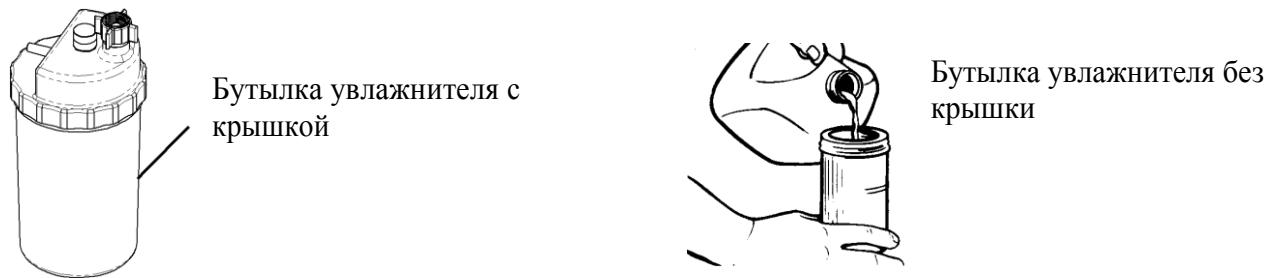
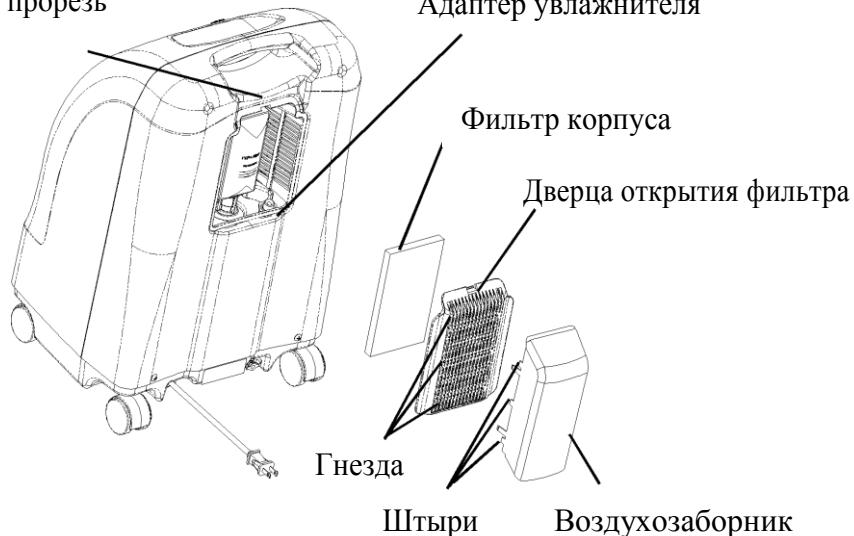
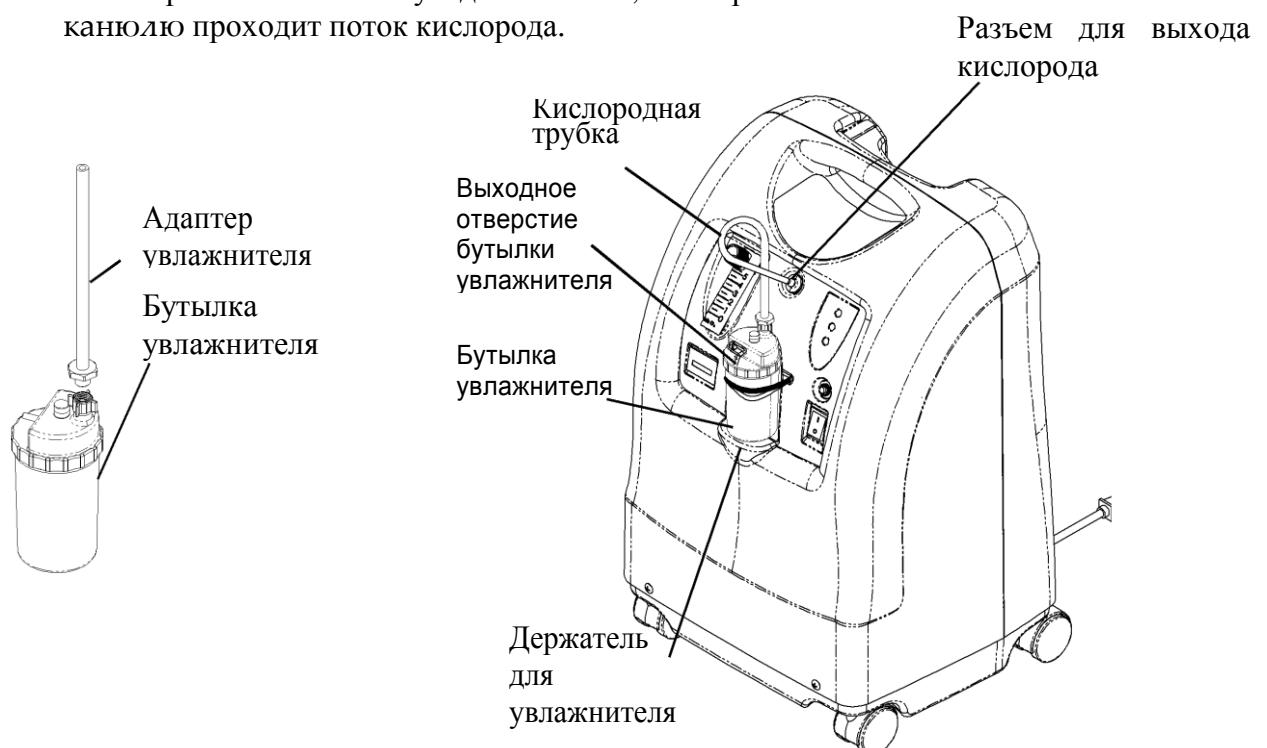

РИС. 6.1
РИС. 6.2
РИС. 6.3 Держатель для увлажнителя
УКАЗАНИЕ: подробную информацию касательно данного процесса см. на РИС. 6.1, РИС. 6.2 на стр. 22 и РИС. 6.3 на стр. 23.
3. Вставьте отвертку в прорезь на верху дверцы открытия фильтра и осторожно подденьте дверцу открытия фильтра (РИС. 6.2).
4. Потяните наверх адаптерный шланг увлажнителя и выньте его. (РИС. 6.2).
См. деталь "A" на РИС. 6.3.
7. Поместите бутылку увлажнителя с адаптером в крепление-держатель для увлажнителя, расположенный на концентраторе. См. деталь "B" на РИС. 6.3.
8. Подключите кислородные шланги бутылки увлажнителя с адаптером к разъему для выхода кислорода на концентраторе. См. деталь "B" на РИС. 6.3.
9. Присоедините канюлю/шланг обеспечения пациента кислородом к выходному отверстию бутылки увлажнителя. См. деталь "B" на РИС. 6.3.